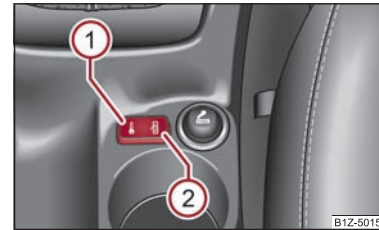

Fig. 25 Consola centrală: Tastele închiderii centralizate
- Apăsați tasta  ⇒ fig. 25. Simbolul  din tastă se aprinde.
- Apăsați tasta  ⇒ fig. 25. Simbolul  din tastă se stinge.